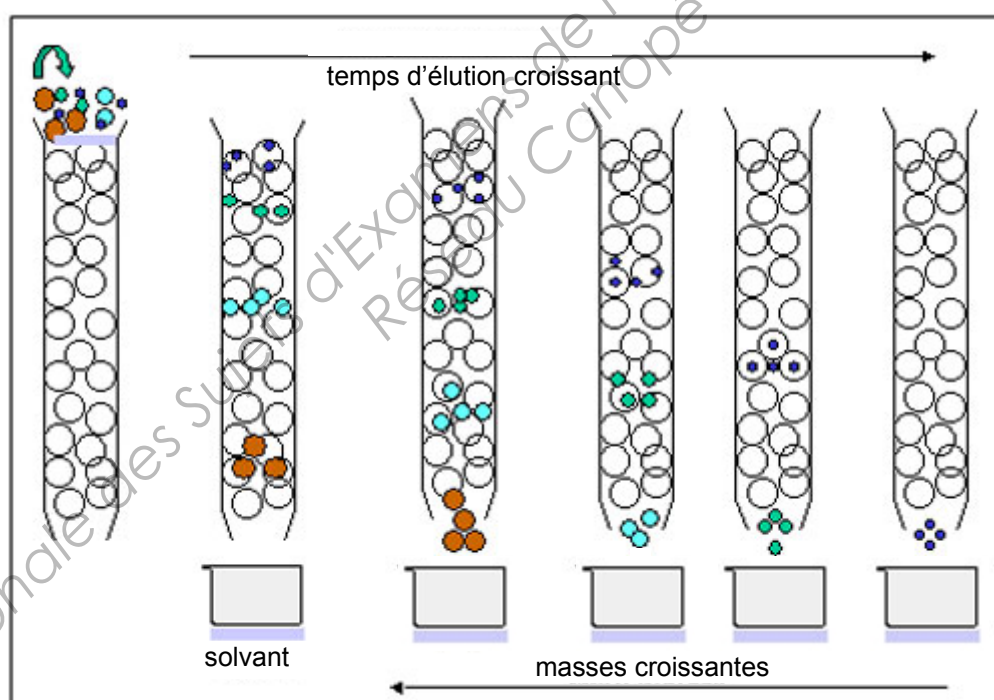

Figure 6 : Principe de la chromatographie à exclusion stérique
Une série d'échantillons de coffrets CD, en polystyrène (PS), est analysée par Chromatographie à Exclusion Stérique (SEC). Le principe en est donné sur la figure 6.